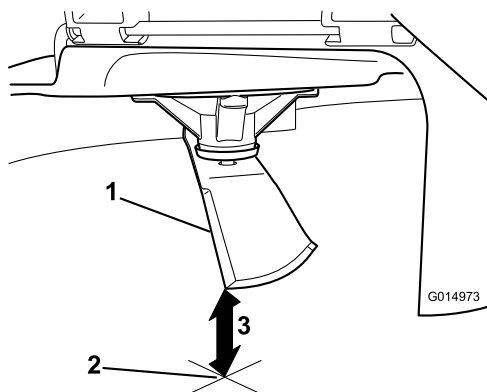

Figura 71
3. Măsurați de la vârful lamei până la suprafața plană (Figura 71).